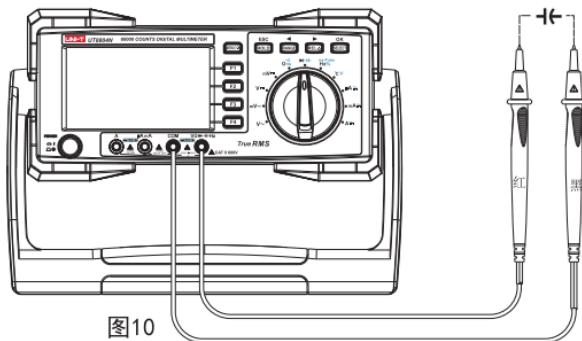

图10
- (1) 将红表笔插入 "►" 插孔，黑表笔插入 "COM" 孔。
- (2) 将仪表的旋转开关转到 "►◄" 测量档，按SELECT键选择电容测量档，如图10. 将表笔并联到被测电容两端上。